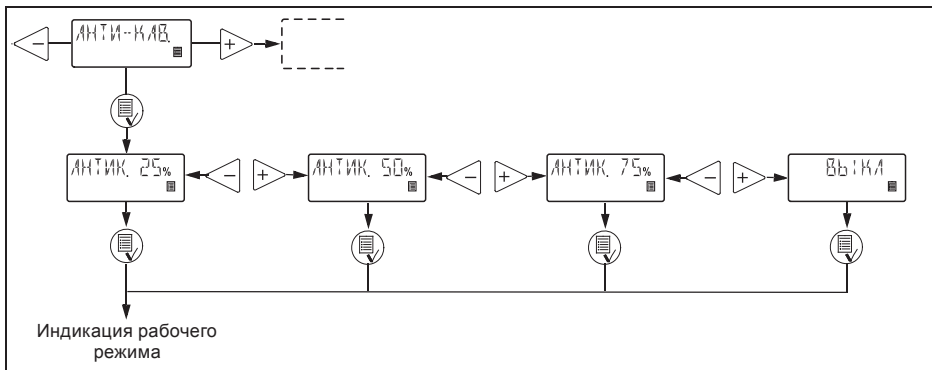

Рис. 18. Алгоритм установки режима «Антикавитация»
- при большой высоте всасывания (см. рис. 18).
В зависимости от параметров перекачиваемой жидкости, скорость всасывания может быть уменьшена на 75 %, 50 % или 25 % от максимальной скорости всасывания (см. рис. 18). Максимальная производительность насоса уменьшается при выборе функции «антикавитация». Смотрите раздел 14.1 Технические данные механической части.